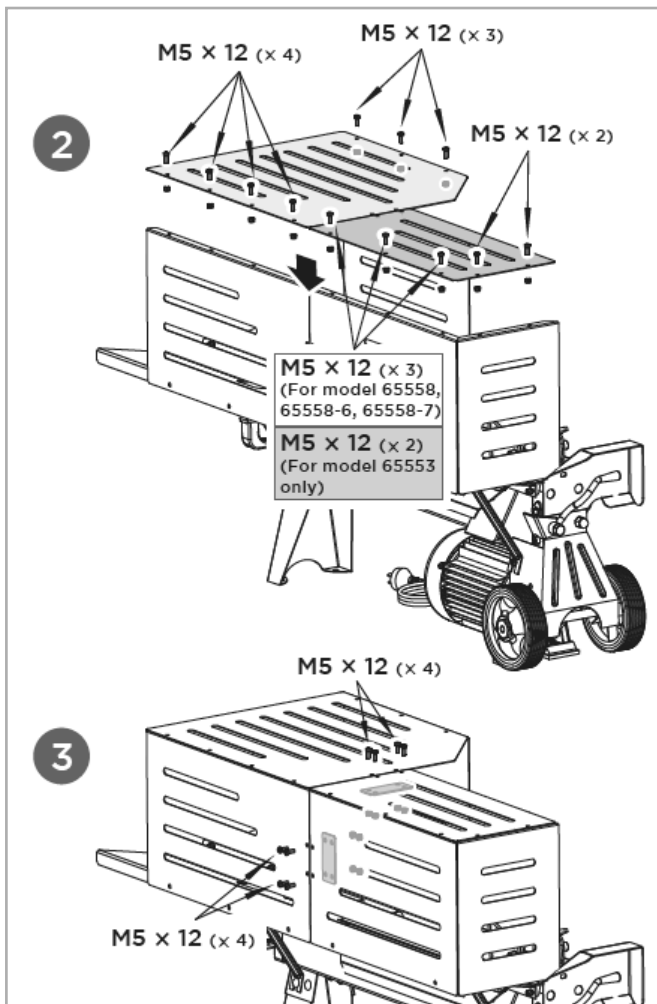

FIG. 9
■ Forbind to topbeskyttelsesplader / bageste beskyttelsesplader med pladeforbindelserne og M5×12 bolte og møtrikker (fig. 9).